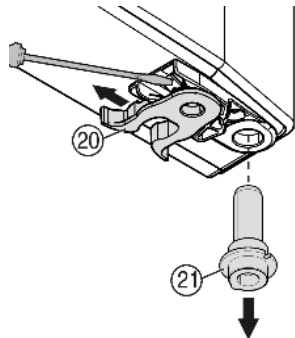

Fig. 9
- ▶ Helyezze át a rugós szorítót Fig. 9 (20): Nyomja lefelé a reteszt, felette húzza le a rugós szorítót.
- ▶ Húzza ki a tartócsapot Fig. 9 (21) az ajtóperselyből, és az alátétrel együtt az ellenkező oldalon helyezze be. A kiugrás az ajtó belső oldala, a bevágás pedig a külső oldala felé legyen.
- ▶ Az ajtót alul forgassa be és a tartócsapot Fig. 9 (21) helyezze a csapágybakba. Szükség esetén a tartócsapot forgassa el úgy, hogy be tudjon pattanni.